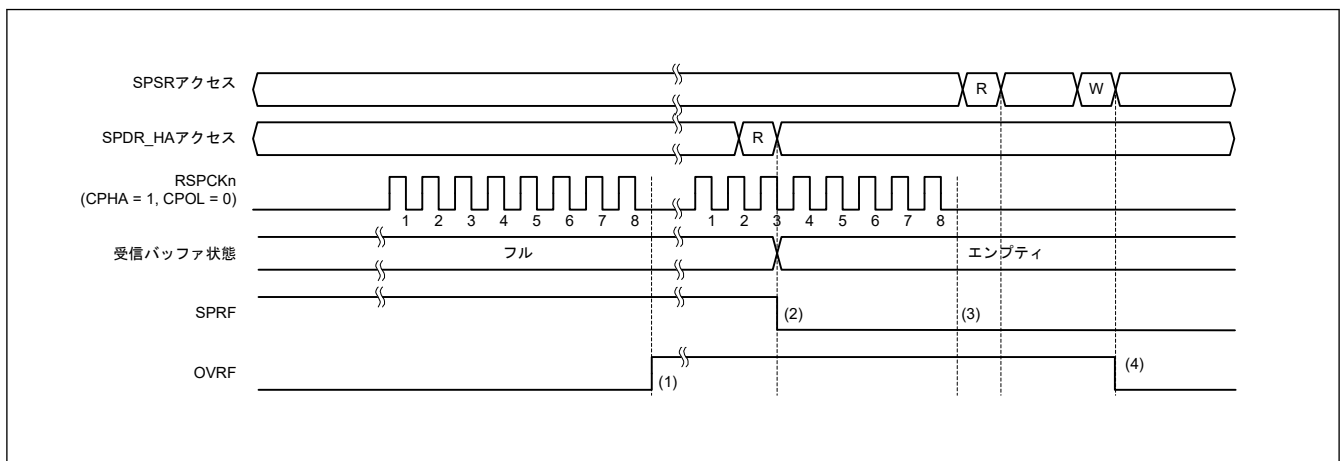

図 30.37 OVRF フラグおよび SPRF フラグの動作例
図 30.37 に OVRF フラグと SPRF フラグの動作例を示します。図 30.37 に記載した SPSR アクセスと SPDR_HA アクセスは、それぞれ SPSR、SPDR_HA レジスタへのアクセス状況を示しています。W は書き込みサイクル、R は読み出しサイクルを示しています。この例では、SPCMDm.CPHA ビットが 1、SPCMDm.CPOL ビットが 0 の設定で、SPI が 8 ビットのシリアル転送を実行しています。RSPCKn 波形の下に記載した数字は RSPCK サイクル数 (= 転送ビット数) を示しています。
以下に、図 30.37 の (1) ~ (4) に示したタイミングでのフラグの動作内容を説明します。